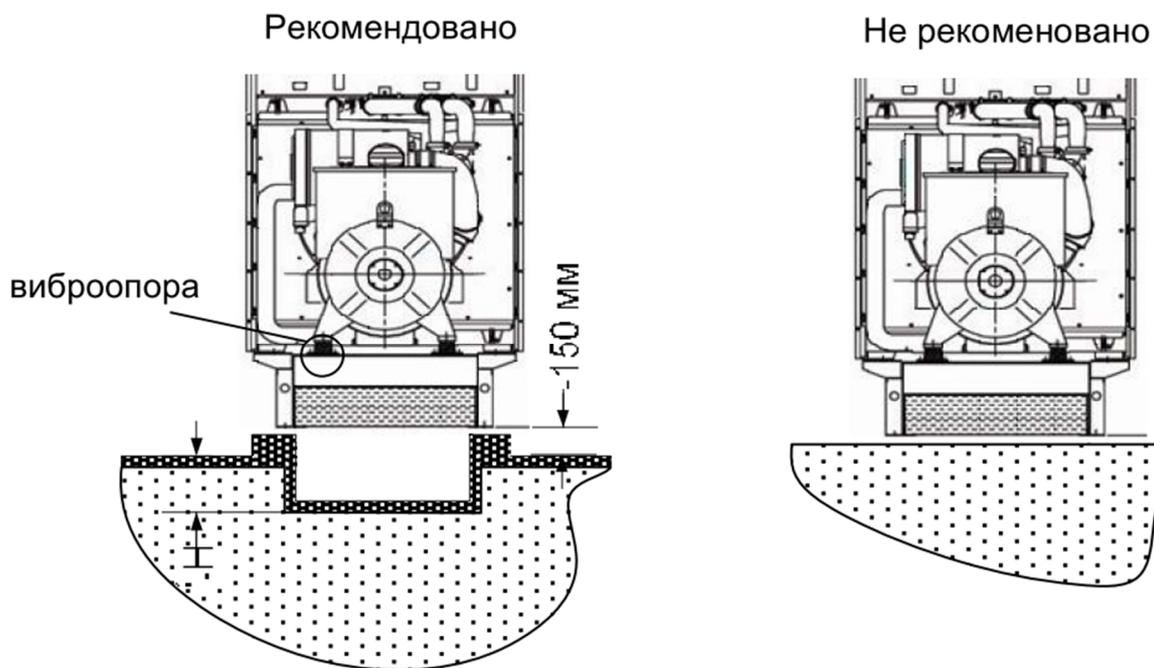

Рис. 3.
**4.5.1. Основание:** наилучшим основанием для монтажа является блок усиленного бетона. Основание должно обеспечивать жёсткую поддержку генераторной установки для предотвращения качения и ударов. Стандартный бетонный блок толщиной 150-200 мм с площадью не меньше площади платформы установки. Земля под блоком должна выдерживать вес блока и установки. (Если генератор устанавливается над землёй, конструкция здания должна выдерживать вес машины, топливного бака, дополнительных устройств и т.д.) Здание должно соответствовать строительным нормам. Если на земле сыро (как в бойлерных помещениях), основание должно находиться выше уровня земли (~ 150 мм) для безопасности электрических соединений, обслуживания и уменьшения коррозии металла платформ. Не устанавливайте ДГУ на песчаный грунт или глину без бетонного блока [Рис. 3].